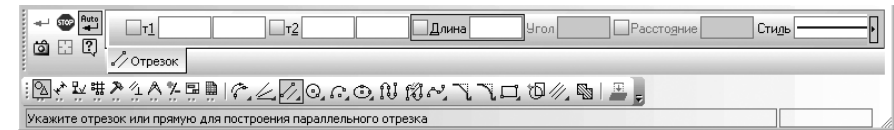

Рис. 8.77. **Панель свойств: Параллельный отрезок, Компактная панель**, с нажатой кнопкой **Параллельный отрезок** и строка сообщений
**Панель свойств: Параллельный отрезок, Компактная панель**, с нажатой кнопкой **Параллельный отрезок** и строка сообщений показаны на рис. 8.77.